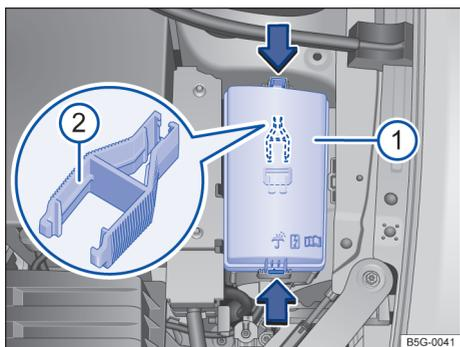

Fig. 172 No compartimento do motor: cobertura ① da caixa de fusíveis com pinça de plástico ②.
No lado interno da cobertura da caixa de fusíveis no compartimento do motor pode haver uma pinça de plástico → Fig. 172 ② para a retirada dos fusíveis.
- Pressionar as travas no sentido da seta → Fig. 172 ①, para destravar a cobertura da caixa de fusíveis.